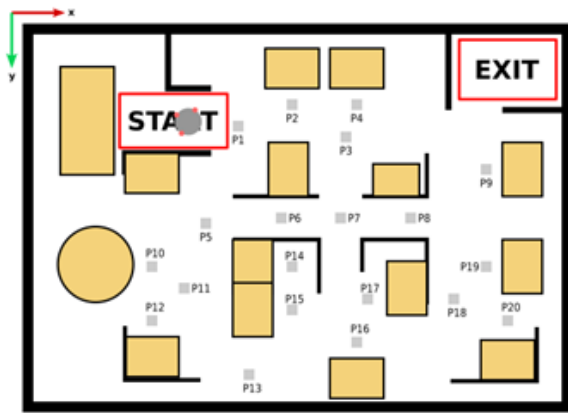

Рис. 13. Карта помещения с основными обозначениями
**Задание.** После запуска симулятора робот расположен в зоне **START** (смотри рисунок 13–14) со случайной ориентацией. Задание разделено на несколько **карт**. В симуляторе вам предоставлена к решению только **первая карта**, есть также три судейских карты с иным расположением маркеров (форма и размер не меняются).